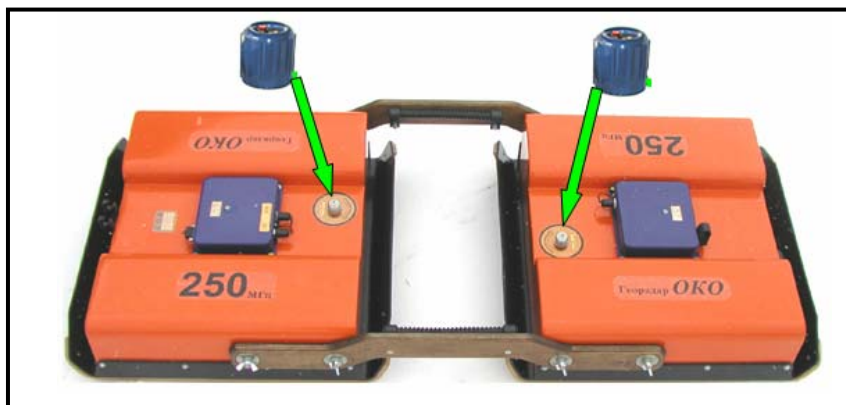

Рис. 3.3.2. Антенный блок АБ-250 в собранном виде
3. Прикрутить аккумуляторы. В антенных блоках АБ-700,-400,-250,-150,-90,-АБД аккумуляторы установить вращательным движением по часовой стрелке на посадочные цоколи, расположенные на приемном и передающем блоках. Устанавливать аккумуляторы следует плавными движениями, без усилий. Во время установки аккумуляторы должны быть выключены. В антенных блоках АБ-1200,- 1700 и их модификации питание подается по интерфейсному кабелю от блока управления. (Рисунок 3.3.2)